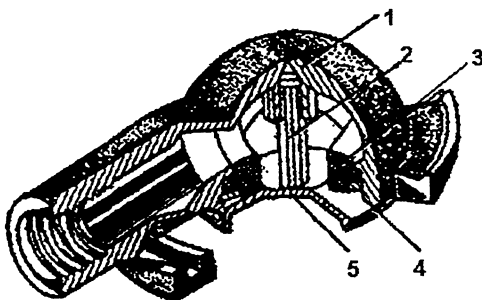

Рис. 5. Головка соединительная типа "Б":
4.2.3. Головка соединительная типа "Б" (рис.5).